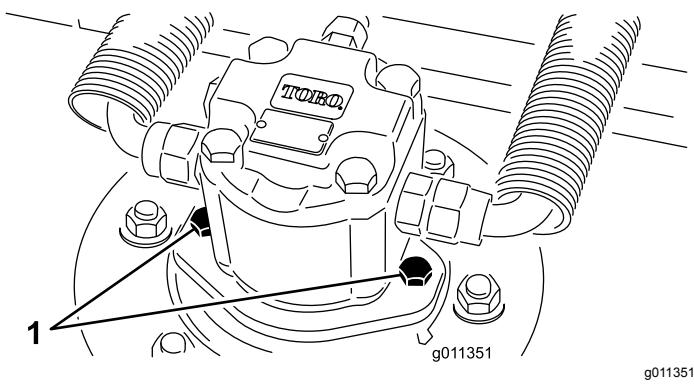

Bild 90
2. Schließen Sie den Hydraulikmotor vom Mähwerk ab und nehmen ihn ab (Bild 90). Decken Sie die Spindeloberseite ab, um einer Verunreinigung vorzubeugen.
4. Montieren Sie den Hydraulikmotor am Mähwerk (Bild 90) Stellen Sie sicher, dass sich der O-Ring unbeschädigt in seiner Position befindet.